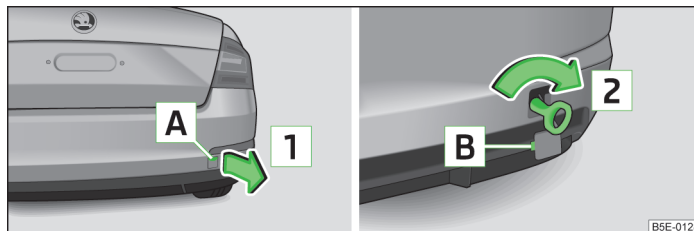

Fig. 198 Bara de protecție din spate: Demontarea capacului / Montarea cârligului de tractare
- Apăsați pe capatul de protecție în zona **A** » fig. 198.
➤ Înșurubați manual cârligul de tractare, în sensul săgeții **[2]** » fig. 198, până la limită » **[1]**.